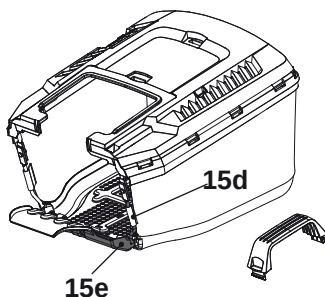

Fig. 5
- > Insérez la tige de support (15d) dans la fente du bac de ramassage sous le cadre (15e) (Fig. 5).